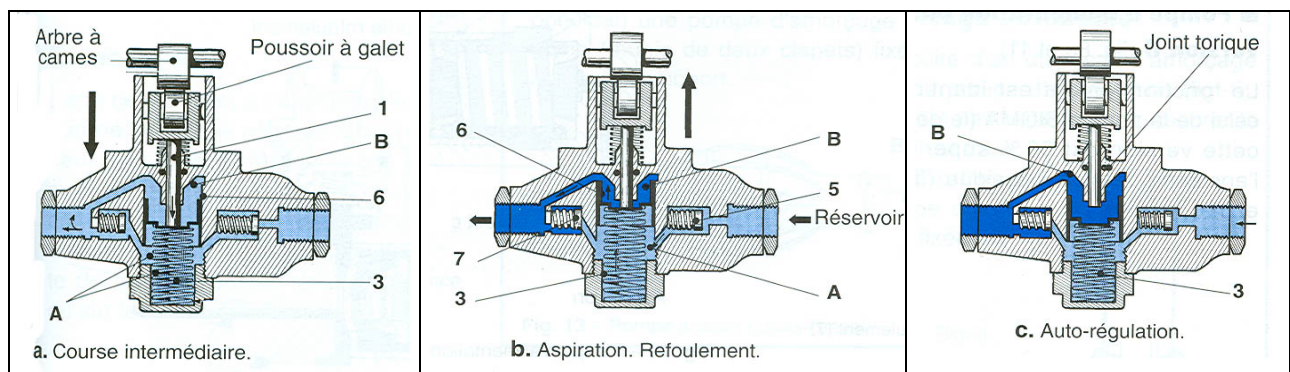

Fig.13.3. Pompe Bosch classique
*Course intermédiaire* (fig.13.3.a)
*Course refoulement-aspiration (fig.13.3.b)*
- la dépression créée dans la chambre **A** permet l'ouverture du clapet (5) et l'aspiration du combustible venant du réservoir.
*Auto-régulation (fig.13.3.c)*